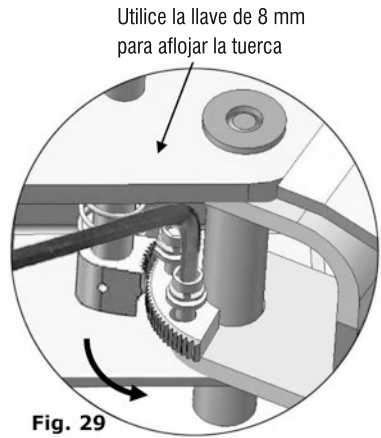

Fig. 29
2. Baje los carros hasta la posición más baja, luego use la llave de 8 mm para aflojar la tuerca del bloqueo del brazo (Vea la Fig. 29).